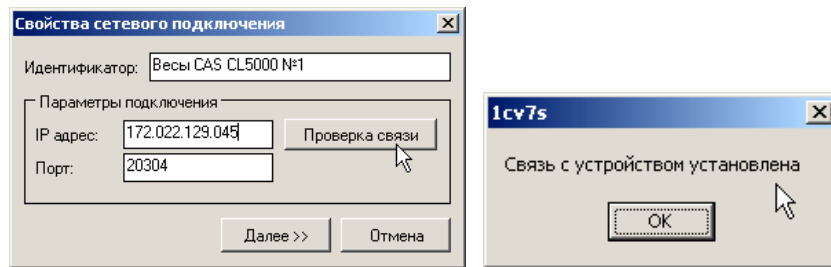

Рис.4
4. Введите IP-адрес весов и порт (по умолчанию 20304), нажмите кнопку «Проверка связи». При положительном результате будет выведено сообщение (Рис.4)